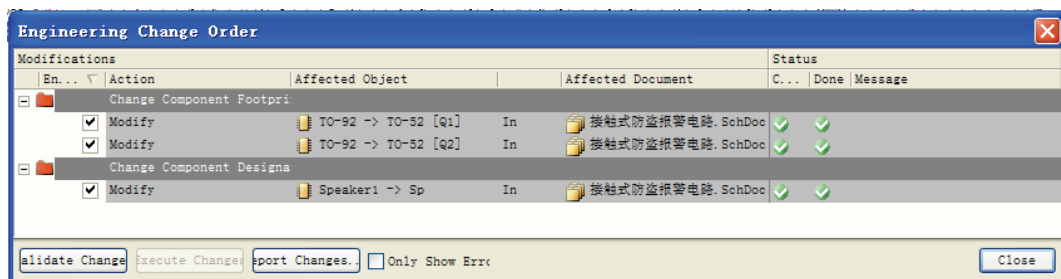

图 11-30 执行后的 ECO 对话框
(4) 单击执行改变 **Execute Changes** 按钮，将有效的修改发送原理图，完成后，“Done”列出现完成状态显示，如图 11-30 所示。